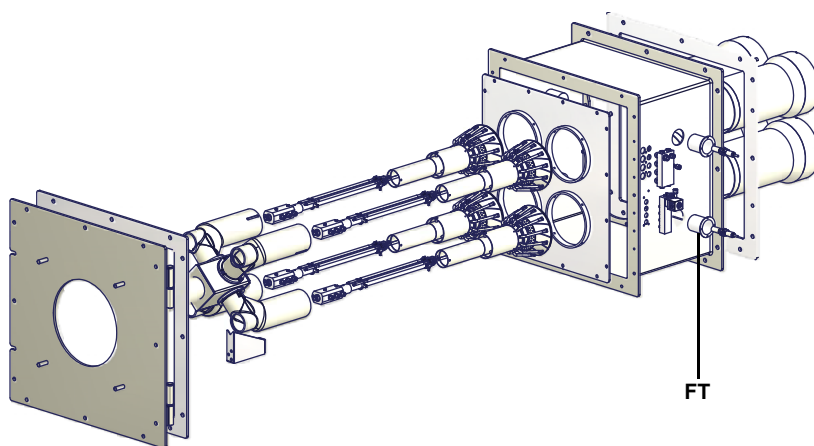

Рис. 25
- Почистите и проверьте патрон дизельного фильтра, в случае необходимости заменить его (см. Рис. 25);
- Демонтируйте, проверьте и очистите головку сгорания (см. Рис. 25).